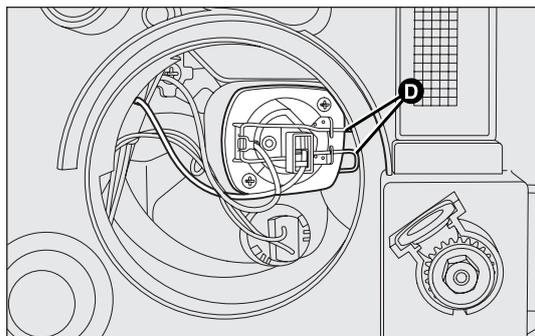

fig. 154
- desenganche los muelles de sujeción de la lámpara D-fig. 154;